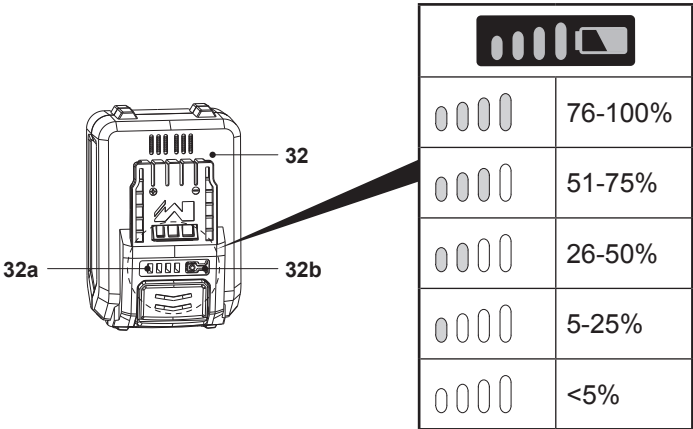

Fig. 19
La batterie (32) est équipée d'indicateurs de capacité (32a) qui affichent la capacité restante de la batterie. Appuyer sur le bouton de capacité de la batterie (32b) pour en vérifier la capacité (Fig. 19). Les LED restent allumées pendant environ 5 secondes.